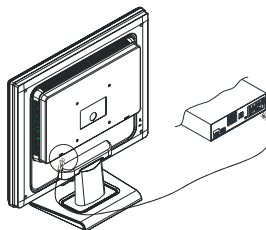

Figura 1-7
1. Conecte el cable de audio a la clavija “LINE OUT” (SALIDA DE LÍNEA) de la tarjeta de sonido del equipo o a la clavija “AUDIO OUT” (SALIDA AUDIO) del panel frontal de la unidad CD-ROM. (Refiere a la Figura 1-7)